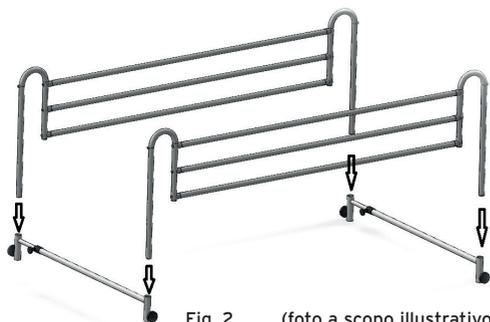

Fig. 2 (foto a scopo illustrativo)
1. Posizionare i tubi telescopici sul pavimento e inserire le sponde laterali su di essi (Fig. 2)